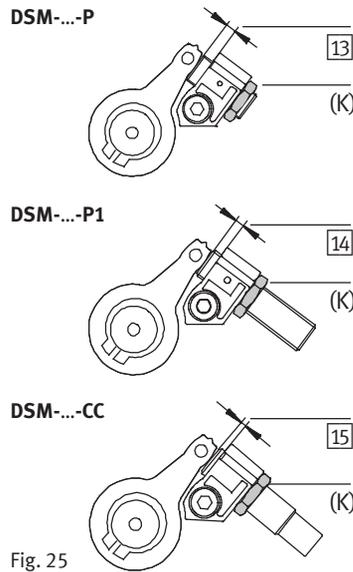

Fig. 25
2. Lossa dämparens kontramutter (K) (Fig. 25).